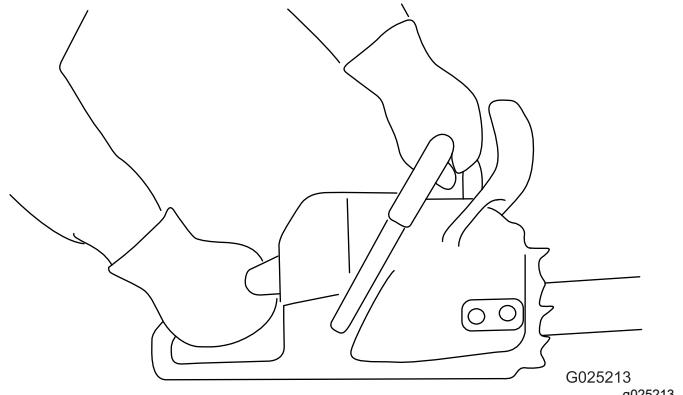

Bild 11
rechte Hand am hinteren Griff sein sollte, wie in Bild 11 abgebildet.
1. Fassen Sie die Kettensäge so an, wie in Bild 11 abgebildet.
3. Fassen Sie die Kettensäge so an, wie in Bild 11 abgebildet.